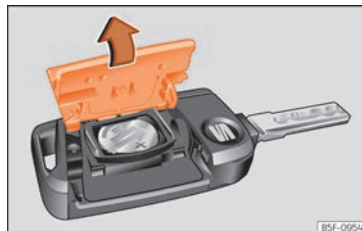

Abb. 70 Fahrzeugschlüssel: Deckel des Batteriefachs öffnen.
- Abdeckung auf der Rückseite des Fahrzeugschlüssels »» **Abb. 70** in Pfeilrichtung abnehmen »» ❶.
- Abdeckung wie gezeigt ansetzen »» **Abb. 70** und entgegen der Pfeilrichtung auf das Fahrzeugschlüsselgehäuse drücken, bis sie einrastet.